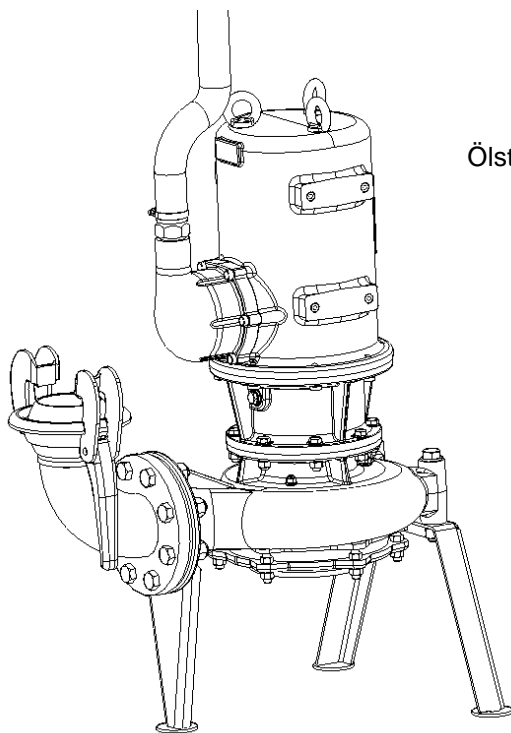

Abbildung 6
- Tauchmotorpumpe senkrecht stellen (siehe Abbildung 6).